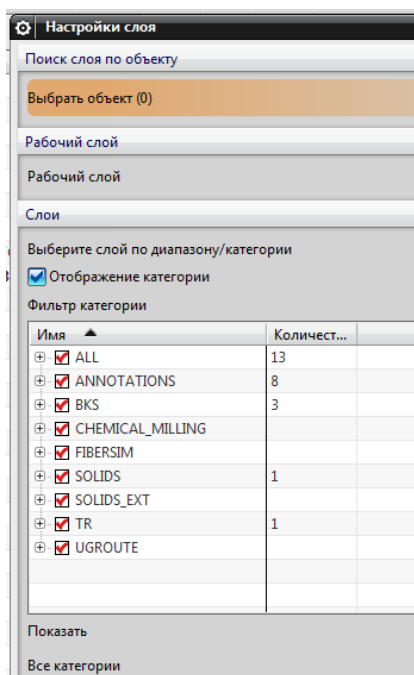

рис.100
- Правда, при включении переключателя «**Отображение категории**» содержимое окна резко меняется (рис.100). В этом случае все объекты вашего проекта распределяются не по номерам слоев, а по их категориям:
- Наконец, если вы выделите курсором в рабочем поле некоторый объект, то в окне рис.100 строка слоя этого объекта соответственно засветится, и вы узнаете – в каком слое располагается этот элемент. Кроме этого, из этой же таблицы вы сможете узнать – сколько всего элементов находится на этом слое.